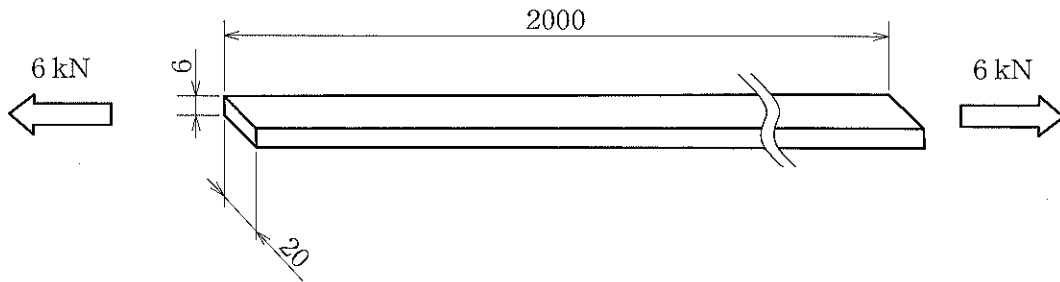

図5
- (1) フライスの切削速度を25m/minにするには、主軸の回転速度 $N$ を何rpmにすればよいか。
- (2) 主軸の回転速度を90rpmに設定したとき、フライスの切削速度 $v$ は何m/minになるか。
- (3) 主軸の回転速度を120rpmに設定したとき、フライスの角速度 $\omega$ は何rad/sになるか。
- 6 図5のように、厚さ $t=6\text{mm}$ 、幅 $b=20\text{mm}$ 、長さ $l=2000\text{mm}$ の平鋼に、引張荷重 $W=6\text{kN}$ が作用しているとき、次の各問に答えなさい。